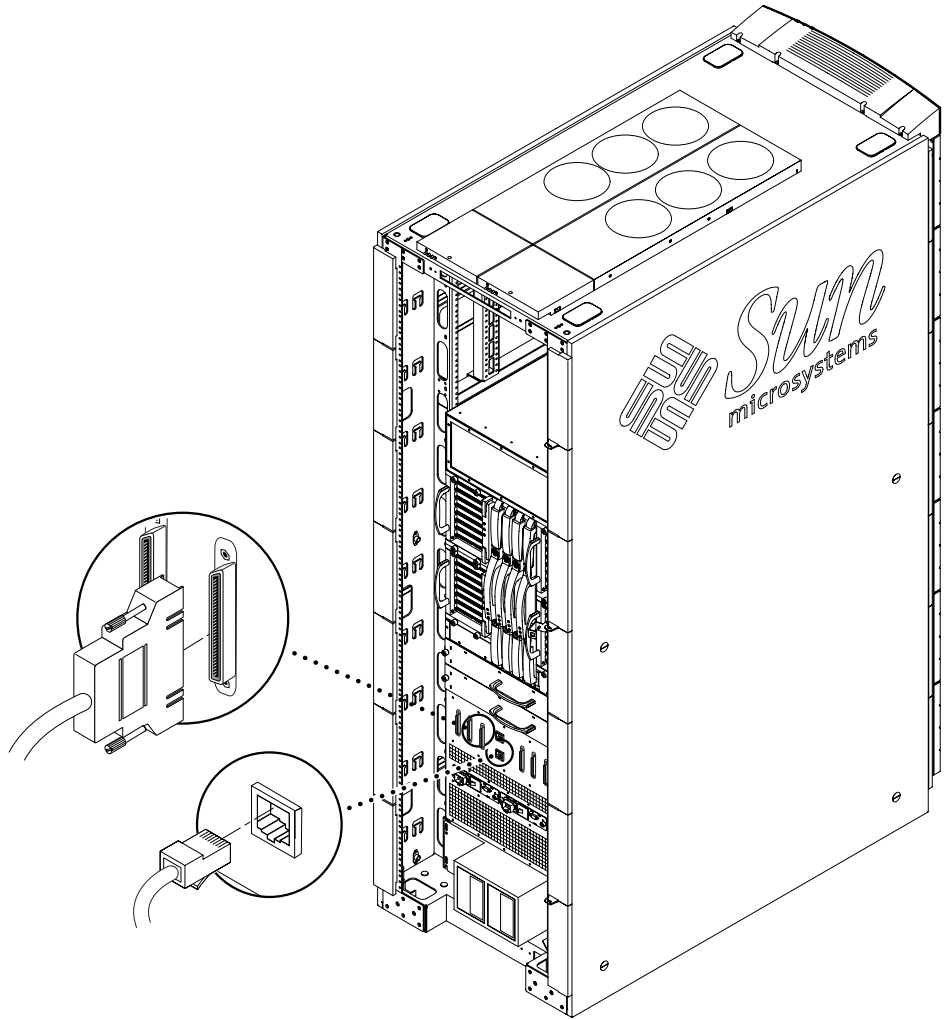

FIGURE 2-11 Connexion du port série TTYa et connexion Ethernet principales au panneau de raccordement
1. **Connectez une extrémité de chaque câble d'E/S à la carte appropriée du bloc d'E/S** (FIGURE 2-11).
1. **Connectez une extrémité du câble série (TTYa ou simulateur de modem) au port série principal sur le panneau de raccordement** (FIGURE 2-11).
1. **Connectez une extrémité du câble Ethernet blindé de catégorie 5 au port Ethernet RJ-45 principal, sur le panneau de raccordement** (FIGURE 2-11).